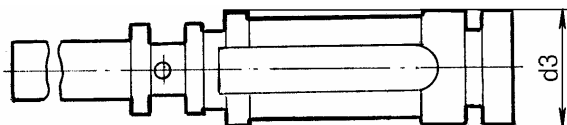

Рис. 23.
10.2.3 Поршень главного тормозного цилиндра, рис. 23.